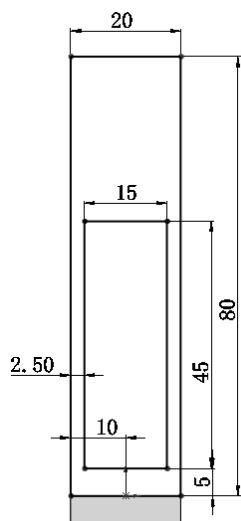

图 5-13 草图绘制结果
4) 绘制草图。在左侧的 FeatureManager 设计树中用鼠标选择“上视基准面”作为绘制图形的基准面。单击“草图”控制面板中的 (直线) 按钮, 绘制图 5-13 所示的草图并标